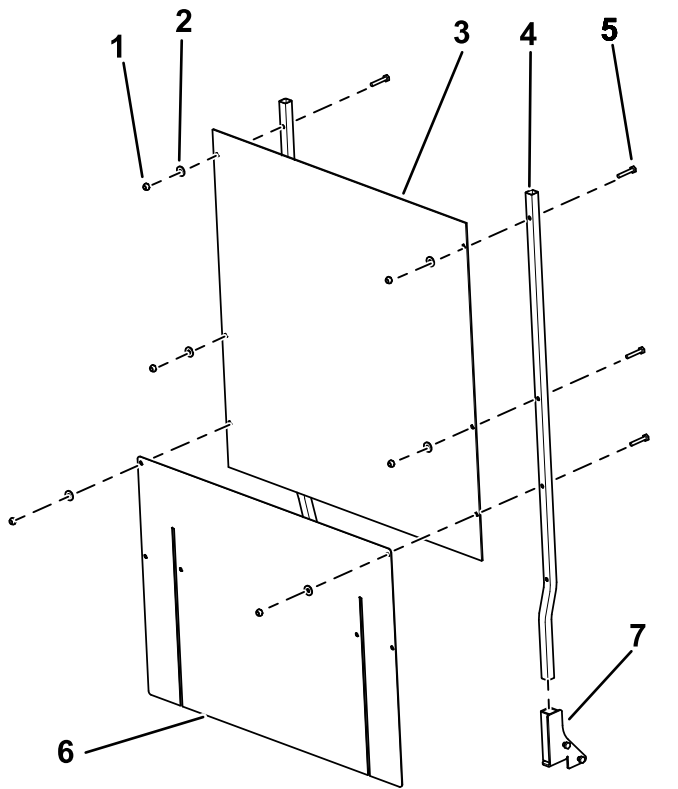

Figura 10
- Deslice las varillas del protector en los huecos de los soportes del protector, montados en la unidad de tracción (Figura 8, Figura 9 o Figura 10).
2. Monte el protector y el faldón flexible en las varillas del protector como se muestra en la Figura 8, la Figura 9 o la Figura 10, utilizando 8 pernos ($\frac{1}{4} \times 1\frac{1}{2}$ "), 8 arandelas y 8 contratuercas ($\frac{1}{4}$ ").